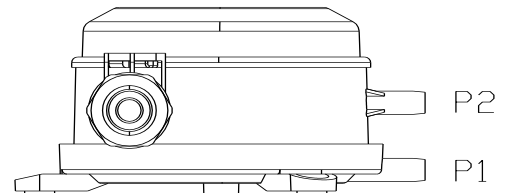

图 7
2. 软管连接。配件中提供了一条长 2m，内径 5.0mm 的塑料软管，可视现场情况裁减使用。建议用尽可能短的软管，连接上述连接附件和开关体上的压力接口。高压端接到 P1 口，位于开关体的底部。低压端接到 P2 口，位于开关体的中部，如图 7。